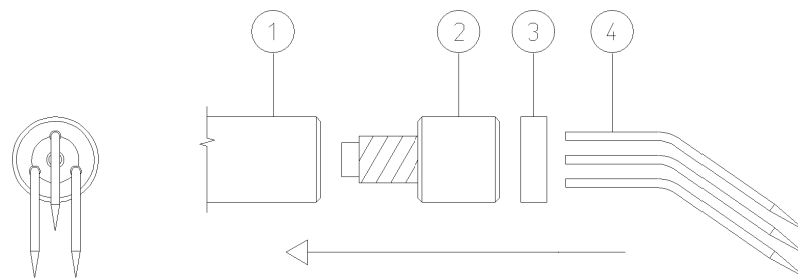

Abbildung 1.
5.2.3. Option Pinner mit Kopfklaue (siehe Abbildung 1)
7. Drehen Sie den Pinnerkopf (2) in das Gehäuse (1).
8. Drücken Sie die Spitzen (4) mit der flachen Seite durch die Teflonscheibe (3).
9. Drücken Sie anschließend die Spitzen so weit wie möglich in den Pinnerkopf (2).
10. Schieben Sie die Teflonscheibe (3) gegen den Pinnerkopf (2).
12. Bringen Sie die Spitzen (4) in die richtige Position.